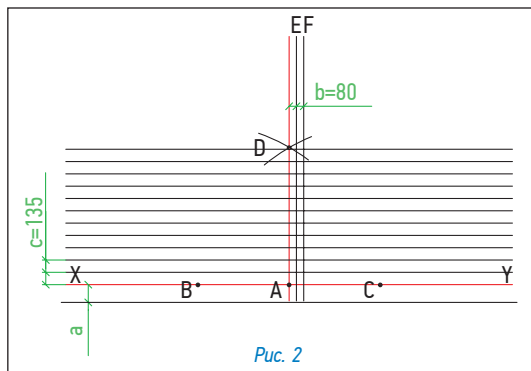

Рис. 2
Разметка крыши (рис. 2)
- Начальный ряд формируется из специальной коньково-карнизной черепицы, либо из листов черепицы обрезанных по линии образованной конечными точками вырезов. Элементы начального ряда укладываются по линии карниза в обе стороны от линии Z (рис. 2а) и фиксируются по нижнему краю битумной мастикой, а по верхней кромке 4 гвоздями (ось гвоздей на 5 см ниже верхнего края полосы);